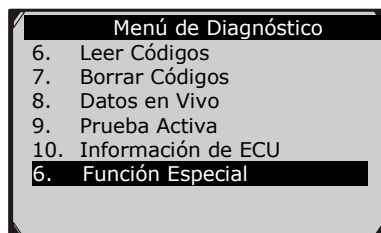

Figura 11.20
- 1) En el **Menú de Diagnóstico** (Figura 11.20), use el botón **ARRIBA/ABAJO** para seleccionar **Función Especial** para realizar la prueba del ABS. La herramienta de escaneo se mostrará como debajo.
- 1) En el **Menú de Diagnóstico** (Figura 11.20), use el botón **ARRIBA/ABAJO** para seleccionar **Prueba Activa** para realizar la prueba del actuador. La herramienta de escaneo se mostrará como debajo.